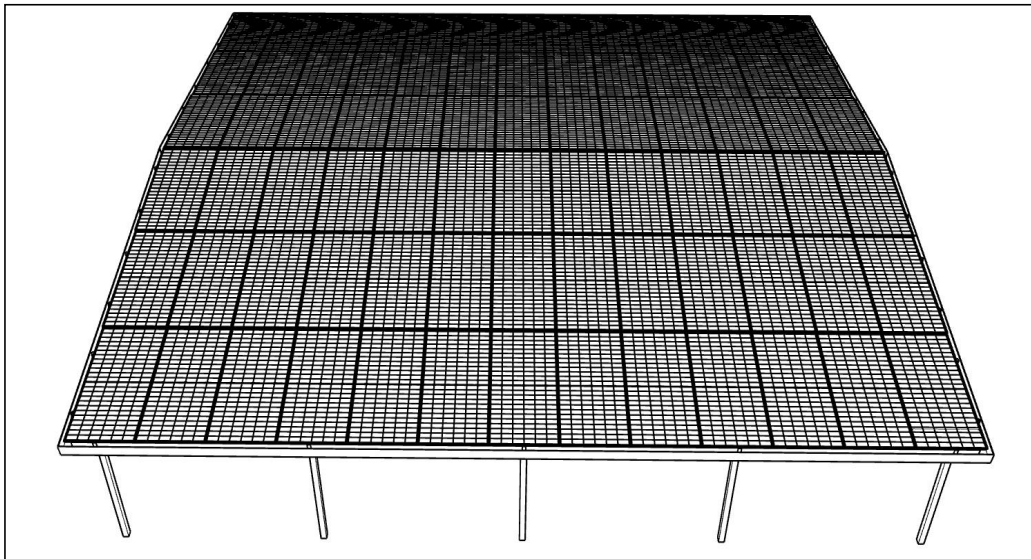

Figura 28
- 17 Instale fileira por fileira até que todo o telhado esteja concluído (Figura 28). A linha superior de produtos não precisa ser colada com fita impermeável.